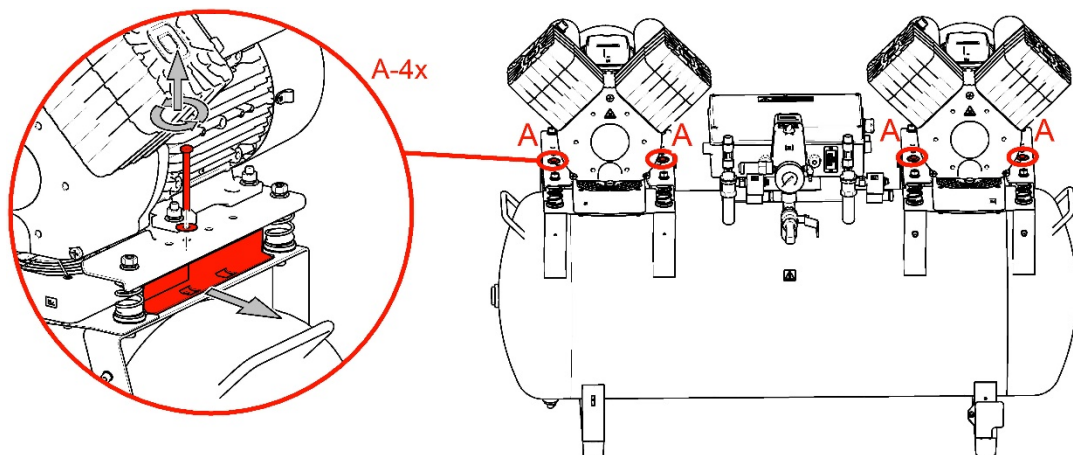

Рис. 6
- Демонтируйте транспортировочные стабилизаторы с агрегатов (рис. 6).